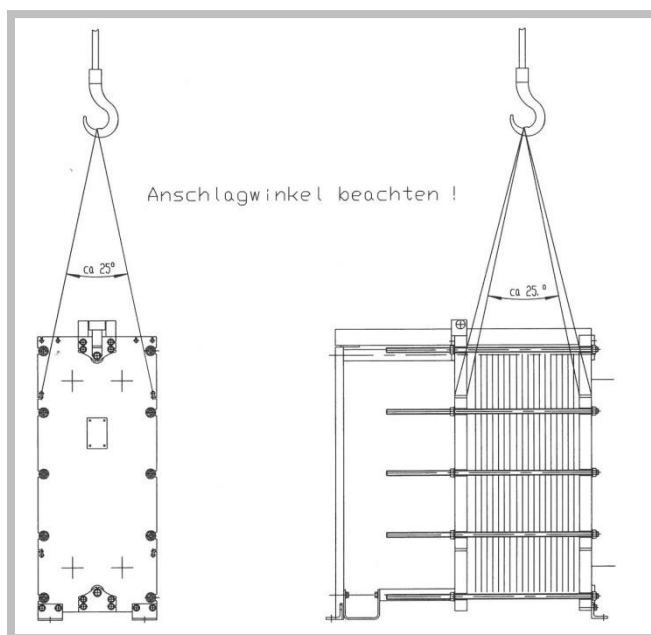

Figure 28
1. Fixez les élingues appropriées dans les œillets de suspension prévus sur les plaques de la structure. (Figure 28). L'utilisation de chaînes de suspension est interdite. L'ECP risque d'être endommagé et de glisser.
3. Veillez à ce que l'angle de fixation soit de 25° (Figure 28).